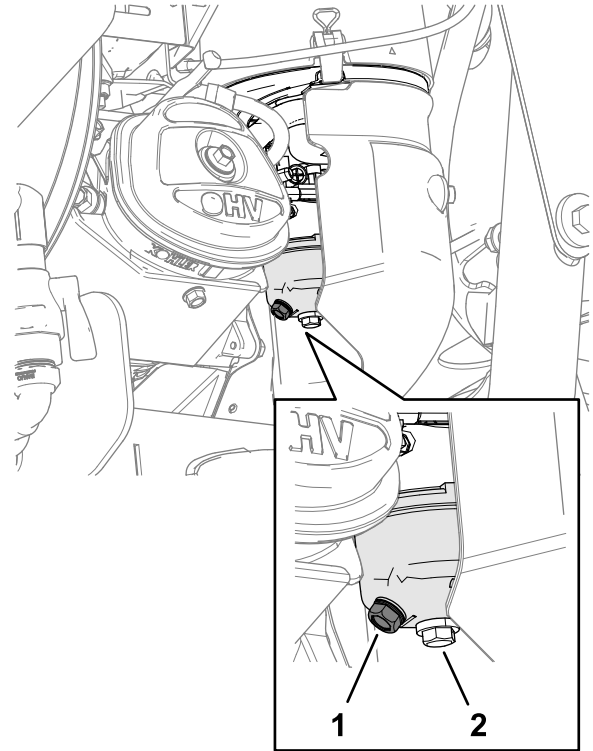

図 85
- キャブレターのボウルのサイドポートについているドレンボルトを探し出す 図 85。